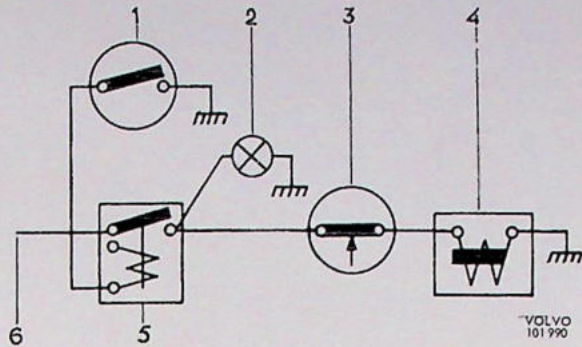

Fig. 4-48. Elektrisch schakelschema
Wanneer de overdrive wordt ingeschakeld, moet een schakelaar, of onder het stuurwiel, of op het instrumentpaneel worden bediend. De stroom gaat door deze schakelaar en van de schakelaar op de versnellingsbak naar een magnetische schakelaar (5) die aan de overdrive is gemonteerd; zie Fig. 4-48.